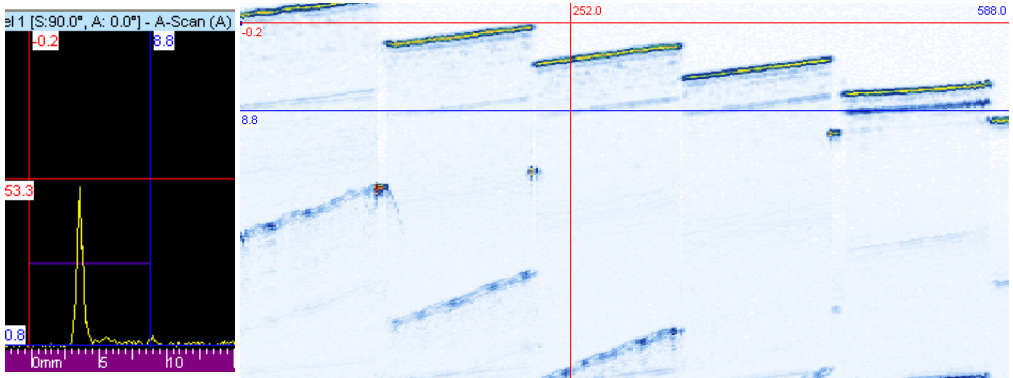

Figure 7-57 Exemple avant resynchronisation
2. Sélectionnez **Traitement > Régler la porte de resynchronisation dans le A-scan** dans le menu pour définir une nouvelle porte mauve entre les curseurs de référence et de mesure qui sera utilisée comme référence pour la resynchronisation (voir la Figure 7-57 à la page 419).